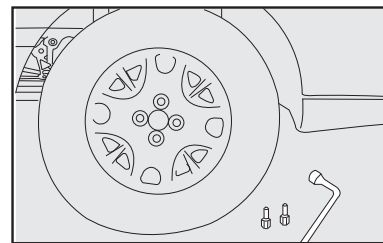

fig. 8
10) apertar os parafusos utilizando a chave de roda específica **fig. 8**.